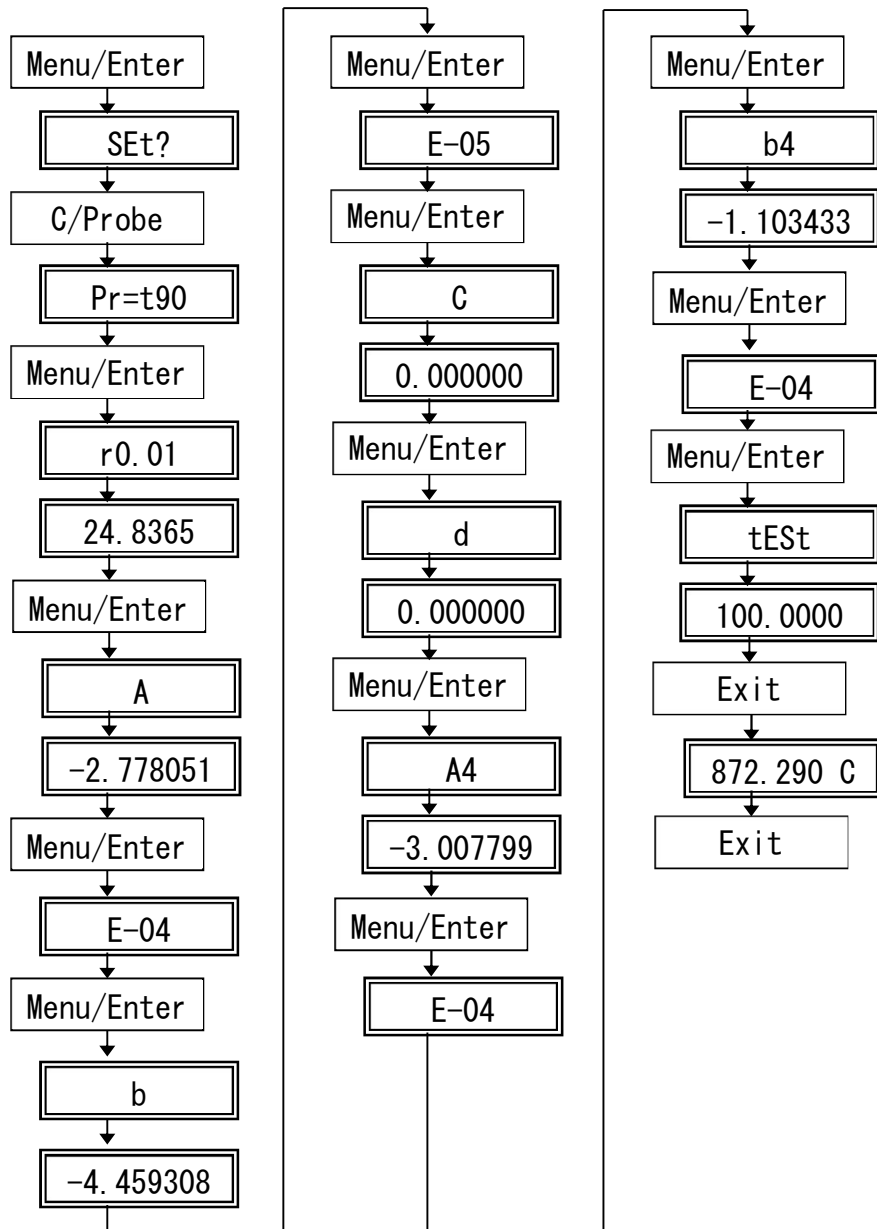

図1 温度変換設定のフローチャート
- (1) 指示計器のディスプレイ表示が、「C」（°C の摂氏温度表示）になっていない場合は、指示計器の正面ボタンの「C/Probe」を押す。次のディスプレイ表示は、「r0.01」であり、変更する場合は、指示計器の正面ボタンの「△」又は「▽」ボタンでその数値になるよう設定する。（図 1）
- (2) 温度変換の設定の確認は、下記の手順で行う。下記の設定は白金抵抗温度計の温度換算をカレンダーフォンデューションで行うものであるが、いずれの係数もデフォルト（出荷時設定）（ $A = -2.778051E-04$ 、 $b = -4.459308E-05$ 、 $C = 0.000000$ 、 $d = 0.000000$ 、 $A4 = -3.007799E-04$ 、 $b4 = -1.103433E-04$ ）である。（図 1）